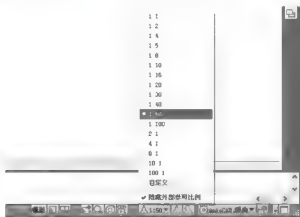

图 4.3 设置注释比例
(3) 将状态栏上常用工具区中的【注释比例】设为 1:50,如图 4.3 所示。